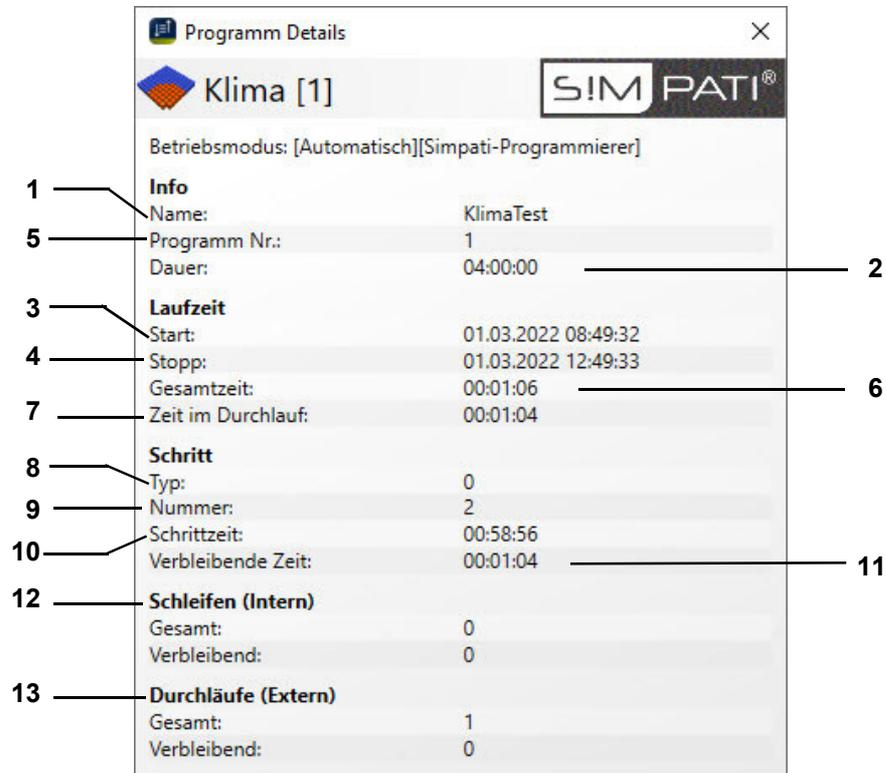

Abb. 10-4 Info-Fenster zum Automatik-/Programmbetrieb
- 11 Im Automatik-/Programmbetrieb steht Ihnen ein Menüfenster mit Prüfprogramm-Informationen zur Verfügung → *Abb. 10-4 »Info-Fenster zum Automatik-/Programmbetrieb«* (Seite 91).